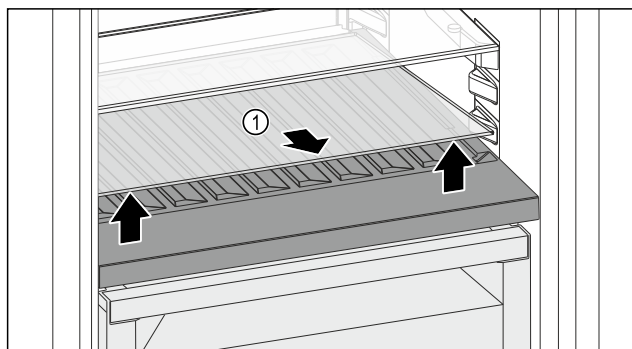

Fig. 183
- ▶ 抬起前部槽上的玻璃隔板 Fig. 183 (1) 并取出。
- ▶ 将玻璃隔板 Fig. 183 (1) 稳妥地放在冰箱外。
- ▶ 将玻璃隔板 (2) 放入可调瓶架下方。